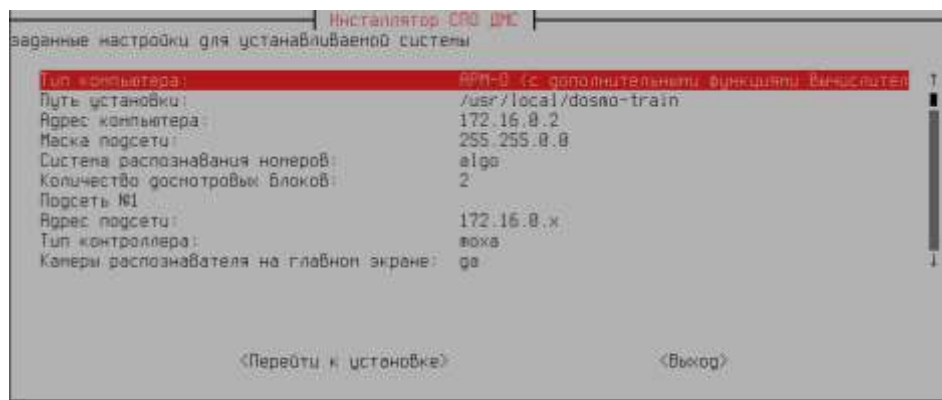

Рисунок 21 — Проверка параметров установки СПО ЖД-Досмотр
1) После ввода всех параметров дальнейшая установка проходит в автоматическом режиме. Перед началом автоматической установки пользователю предлагается подтвердить введенные на предыдущих шагах параметры конфигурации или прекратить установку (Рисунок 21).
4) Перед началом процедуры удаления пользователю предлагается подтвердить операцию удаления (Рисунок 21).